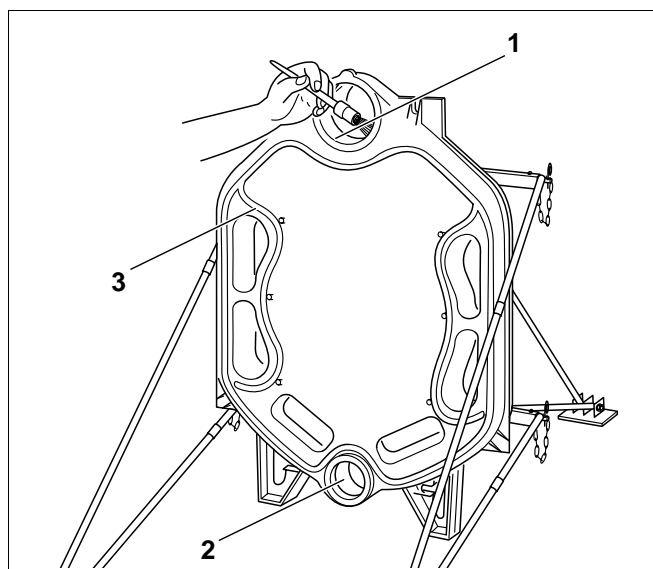

Fig. 8
- Rens om nødvendigt nippelgangene med stålborste og en klud (Fig. 8, **pos. 3**).
- Rens nippelgangenes tætningsflader (Fig. 8, **pos. 1 og 2**) med en klud, der er vædet med benzin.